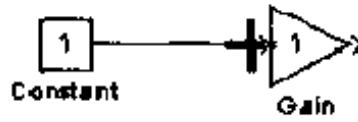

图 3.20 模块的连接
(2) 按下鼠标键不放。
(3) 拖拉鼠标指针到第二模块的输入端口处。可以把光标放置到端口或接近端口,或者置于模块上。如果把光标置于模块上,则线将与距离最近的输入端口连接。此时,光标变为双十字线,如图 3.20 所示。